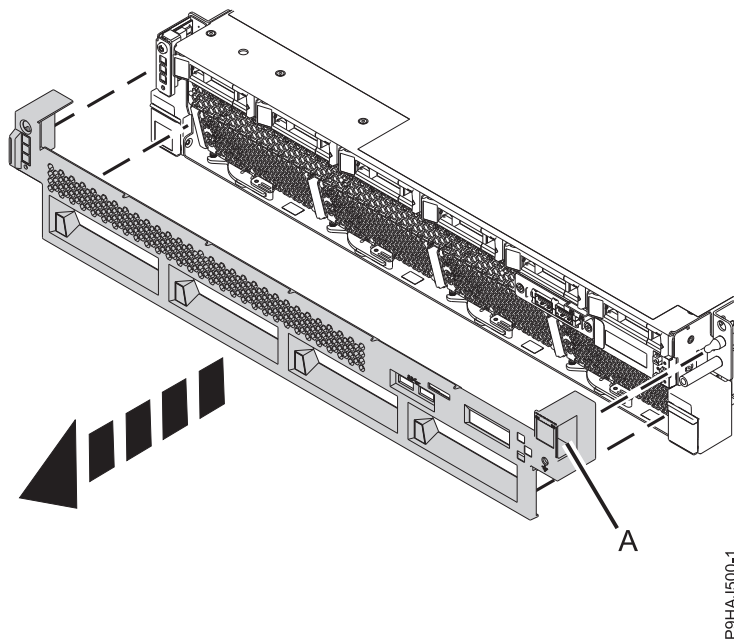

Figure 7. Retrait des capots avant
2. Retirez le capot avant en l'extrayant du système. Le capot est doté de renforcements **(A)** permettant de le tenir plus facilement. Voir la figure 7, à la page 25.